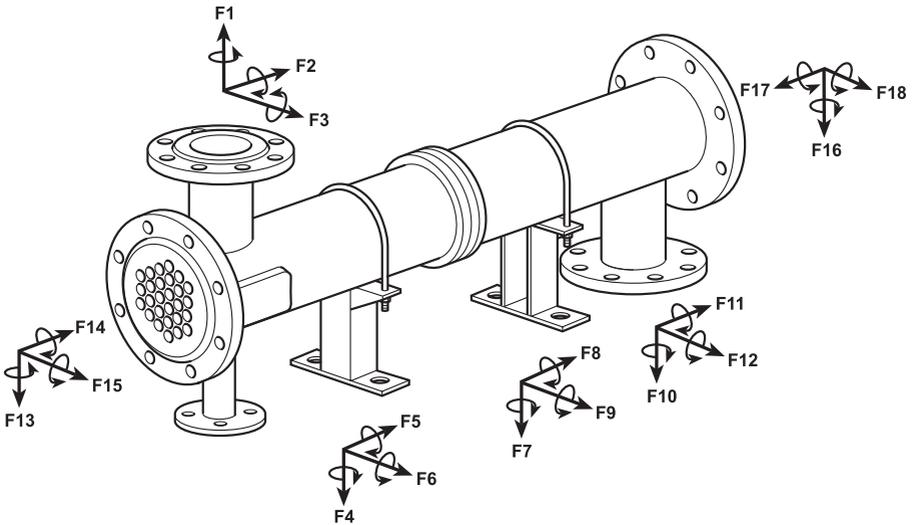

Abb. 8
- 4.8** Abbildung 8 veranschaulicht die möglichen Anschlüsse der Rohre. Es ist auch zulässig, große gebogene Rohre oder flexible Verbindungen zu verwenden.